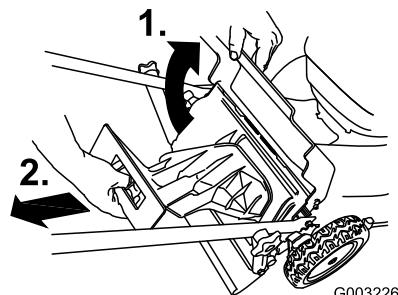

Bild 24
1. Heben Sie die hintere Klappe an und halten Sie sie hoch (Bild 24).
2. Nehmen Sie die Heckauswurflappe ab (Bild 24).